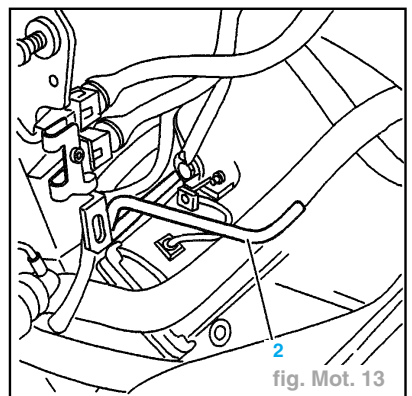

fig. Mot. 13
- Piger le volant moteur à l'aide de la pige (2) **7071-TR** (fig. Mot. 13).